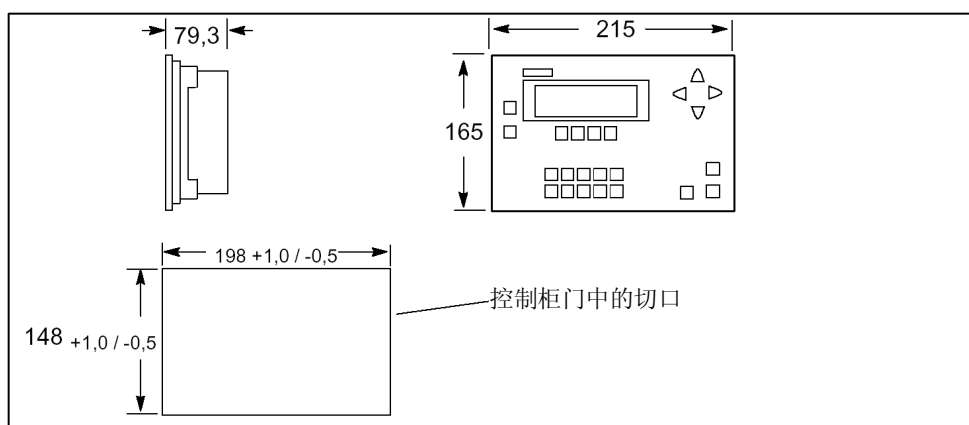

图2-3 C7-613的尺寸图 ([mm])
1.	在控制柜门上开一个切口（尺寸为198 x 148 +1.0/-0.5 mm）。见图2-3。